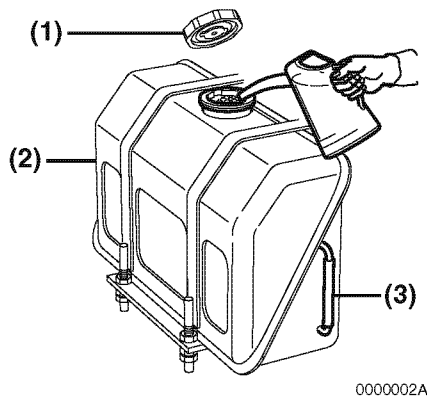

Figure 1
1. Nettoyez le contour du bouchon de réservoir. (**Figure 1, (1)**).
2. Retirez le bouchon du réservoir de carburant (**Figure 1, (2)**).
3. Observez la jauge visuelle de niveau de carburant (**Figure 1, (3)**) puis arrêtez le remplissage lorsque la jauge indique que le réservoir de carburant est plein. Ne remplissez JAMAIS de manière excessive le réservoir de carburant.
4. Remplacez le bouchon de réservoir (**Figure 1, (1)**), serrez-le à la main. Un serrage excessif du bouchon de réservoir risque de l'endommager.